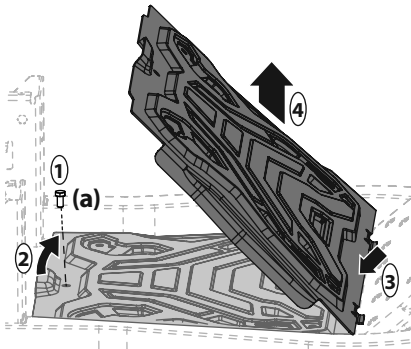

Figura 31
2. Levante con cuidado la parte trasera del panel del piso. Consulte 2 en la Figura 31.
3. Para liberar el frente del panel del piso, deslícelo hacia atrás. Consulte 3 en la Figura 31.
4. Levántelo para separarlo del tractor. Consulte 4 en la Figura 31.